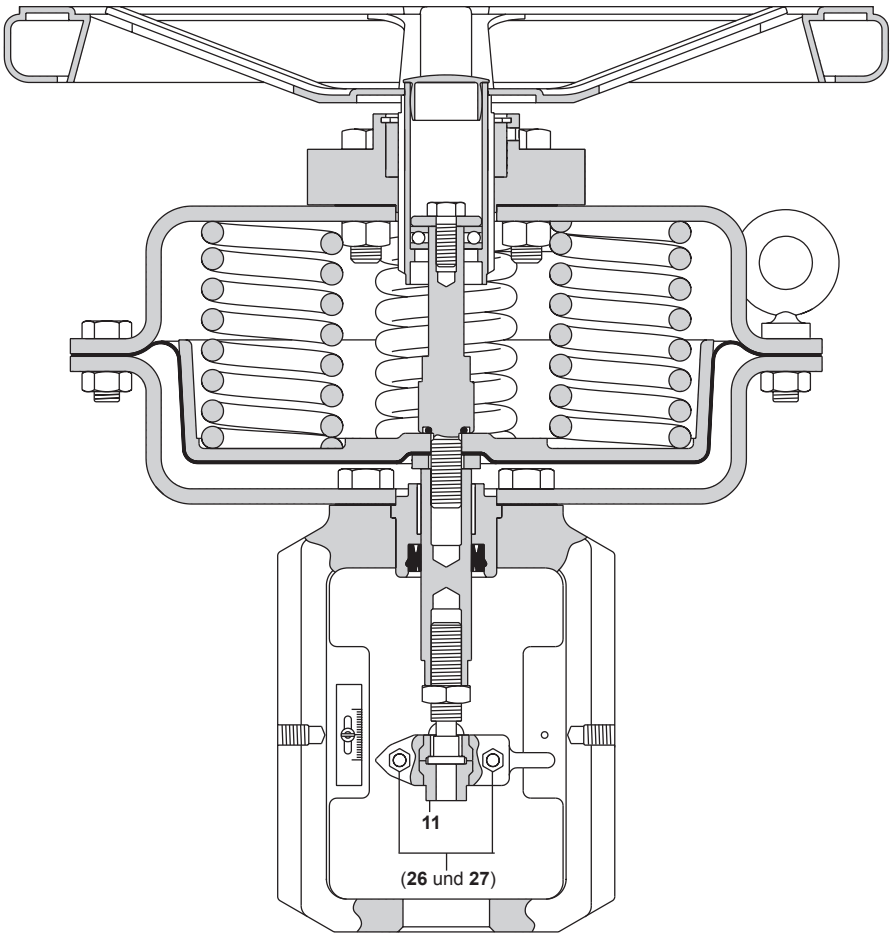

Abb. 10
- Die Klemmmuttern und Schrauben (26 und 27, siehe Abbildung 10) lösen und den Ventiladapter (11) abnehmen.